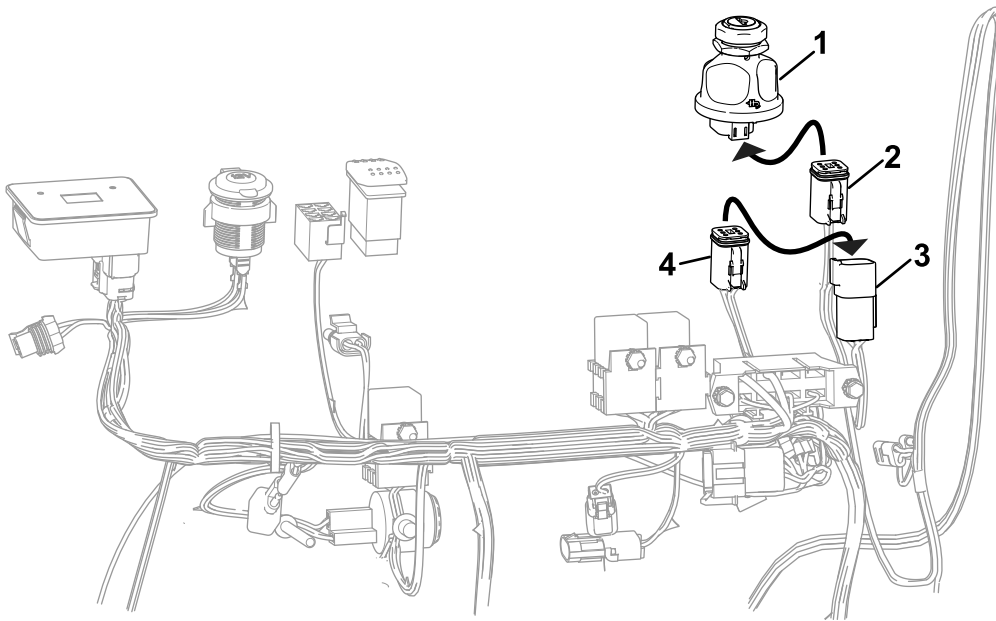

Figuur 9
- A. Verwijder onder het bedieningspaneel de kabelboomconnector van de tractie-eenheid uit de contactschakelaar (Figuur 9).